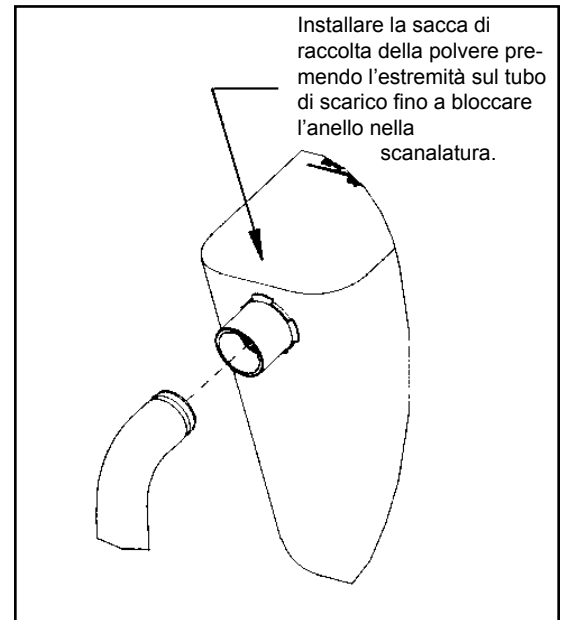

Figura 2
1. Installare la sacca di raccolta della polvere premendo l'estremità sul tubo di scarico fino a bloccare l'anello nella scanalatura (Figura 2). Il modo più semplice per effettuare questa operazione consiste nello spingere il lato posteriore dell'apertura della sacca con il palmo della mano.